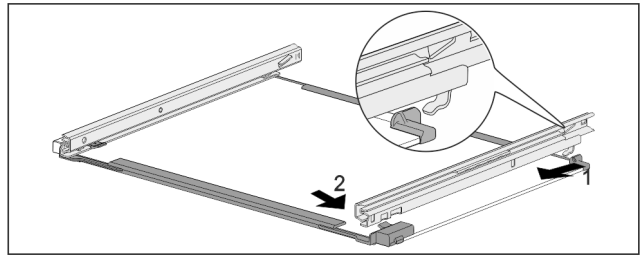

Fig. 175 Glasplaat met rails
- ▶ Rail achter vasthaken. Fig. 175 (1)
- ▶ Rail voor vasthaken. Fig. 175 (2)